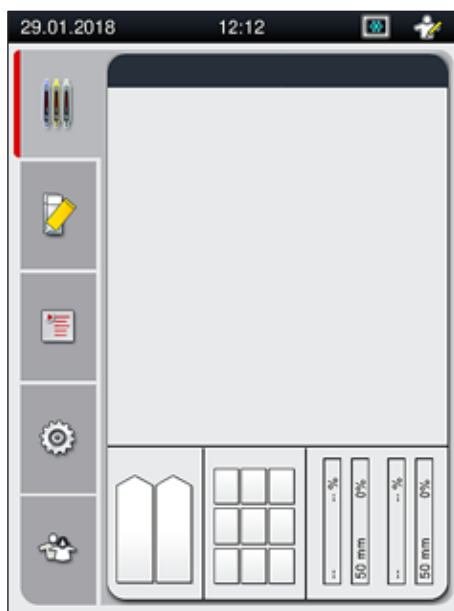

Fig. 12
7. După încheierea fazei de inițializare, pe ecran apare **Meniul principal** (→ Fig. 12).